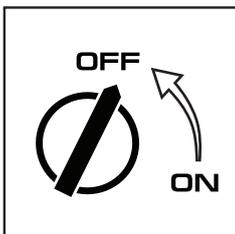

Рис. 23
- Переведите поворотный выключатель двигателя в положение «OFF» (Рис. 23).